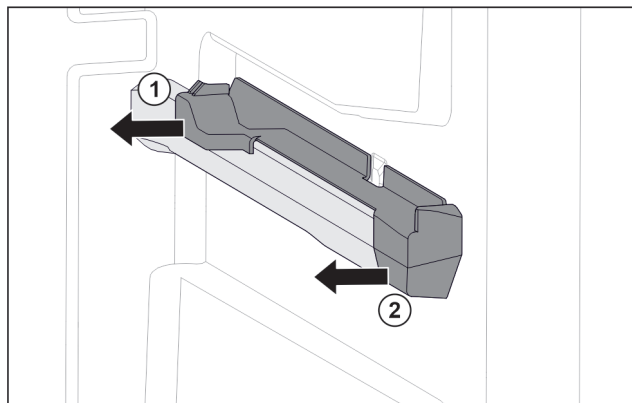

Fig. 131 Natični nastavek na desnemu nastavku za posodo
- Natični nastavek zadaj izvlecite v stran. Fig. 131 (1)
- Natični nastavek spredaj izvlecite v stran. Fig. 131 (2)